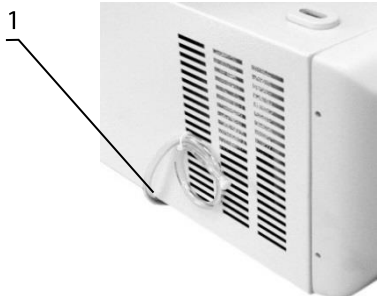

Рисунок 2. LMC-4200R, левая сторона
- **(LMC-4200R)** Проверьте, что сливной шланг (рис. 2/1) на левой стороне прибора закупорен. Это предотвратит повышение температуры в камере.